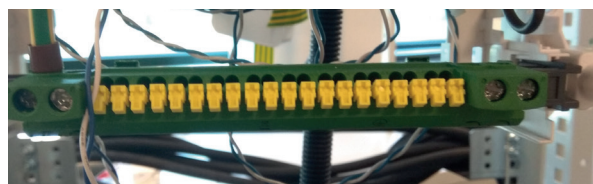

Figure 3: Borniers d'arrivée bleu, rouge et vert/jaune
- Raccordement au tableau existant: câbler le neutre sur le bornier d'arrivée bleu du tableau d'autoconsommation et la phase sur le bornier d'arrivée rouge du tableau d'autoconsommation (figure 3). Le bornier vert/jaune du tableau d'autoconsommation doit être raccordé au bornier de liaison equipotentielle (bornier de terre) du tableau existant. Les sections de câble à utiliser pour le raccordement au tableau existant sont :